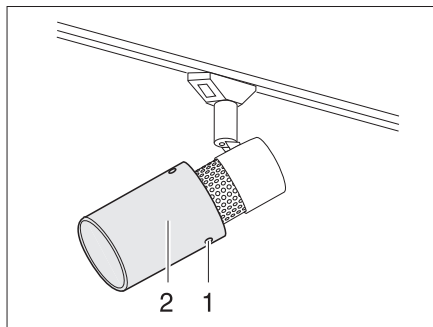

Fig. 175 Foco halógeno (desplazable)
- Soltar los tornillos de fijación (Fig. 175,1).
- Retirar la copa de la lámpara (Fig. 175,2) cuidadosamente de la sujeción.